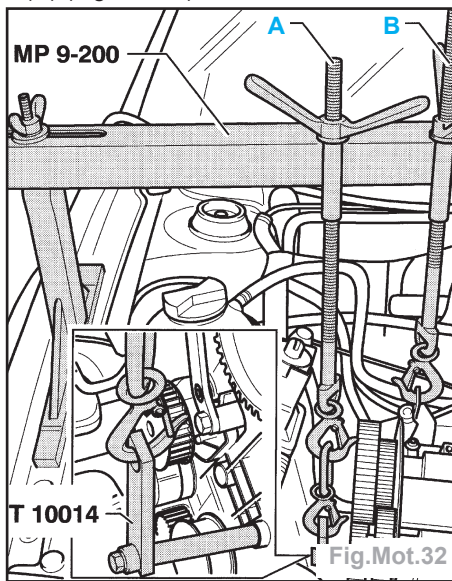

Fig.Mot.32
- Lever le moteur au moyen de la broche (B) (Fig.Mot.32).